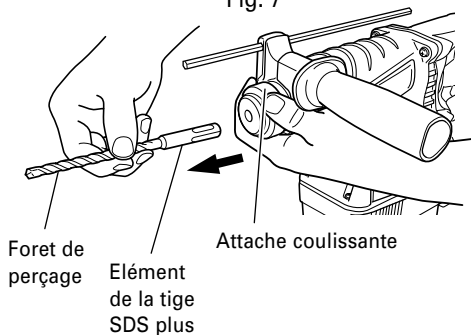

Fig. 8
- (3) Vérifier que le foret est solidement fixé en tirant dessus.
- (4) Pour retirer le foret de perçage, tirer complètement l'attache coulissante dans le sens de la flèche et sortir le foret. (Fig. 8)